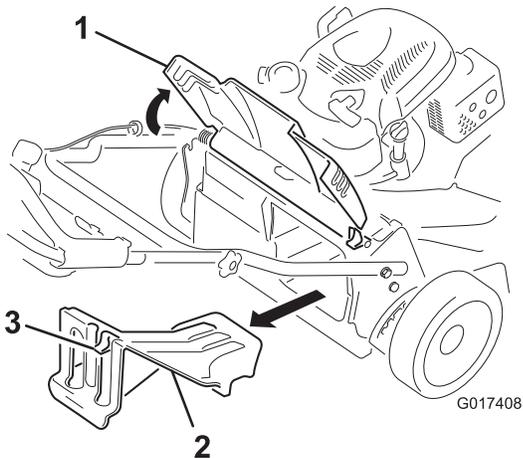

Figura 25
1. Levante y sujete el deflector trasero (Figura 25).
2. Retire el tapón de descarga trasero presionando hacia abajo sobre el enganche con el dedo pulgar y extrayendo del tapón de la máquina (Figura 25).